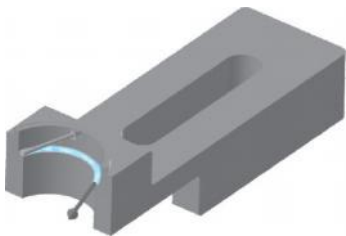

图 5-52 选择加工边界
1) 选择【刀路】/【外形】命令, 系统弹出【线框串连】对话框, 以【实体】/【局部串连】的形式, 选择如图 5-52 所示 R14mm 圆弧台阶边界, 从圆弧的上端开始选取, 注意箭头的方向, 此时刀补方向为右补偿, 单击【确定】按钮。